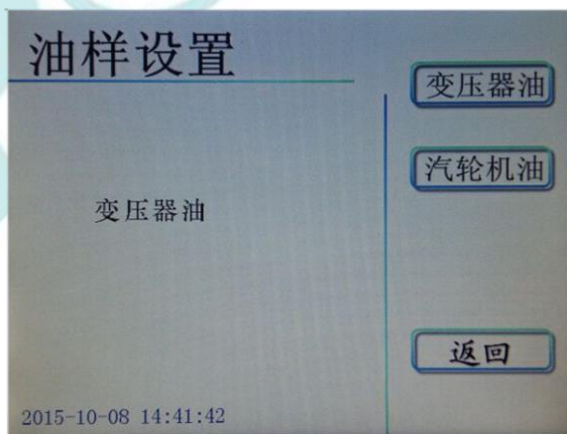

图 14 油样设定页面
8. 在设置页面，按 **油样设定** 键进入油样设定页面（图 14），用户可根据该测样品选择油样变压器油或者汽轮机油，然后按 **返回** 键回到设置页面。